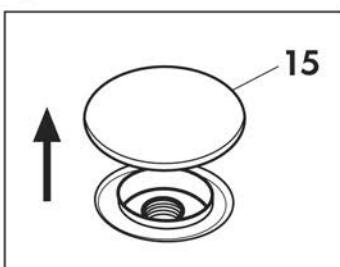

Fig. 4
Introducir agua preferentemente desmineralizada o detergentes no espumosos en el depósito al efecto levantando el tapón (15) **(Fig. 4)**